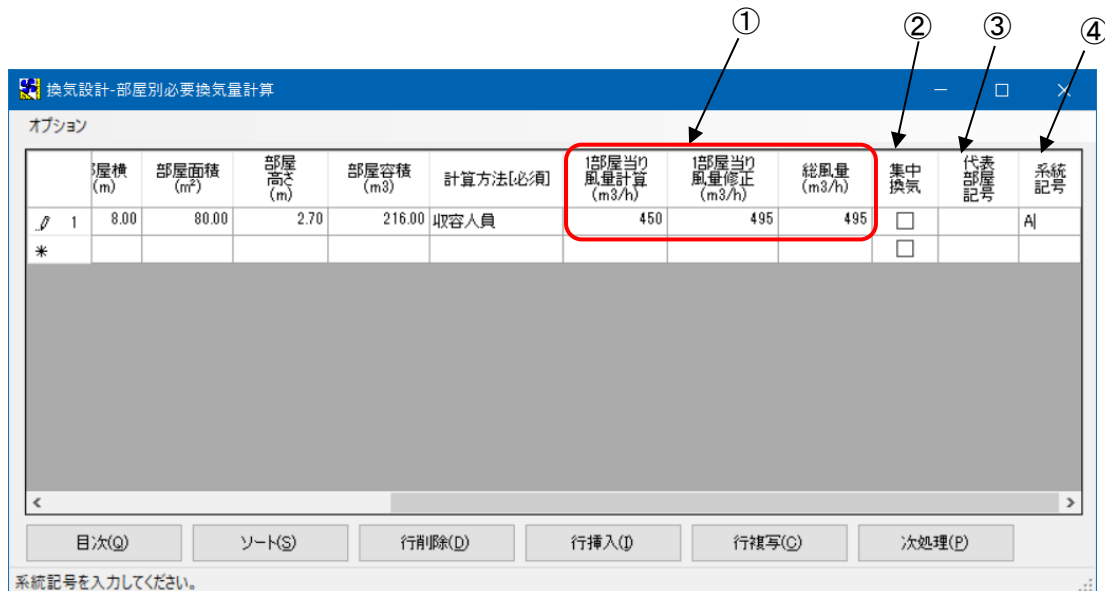

図 11
6. 2. 7 「1 部屋当り風量計算」「1 部屋当り風量修正」「総風量」(図 11-①)
### 6. 2. 8 「集中換気」(図 11-②)
### 6. 2. 9 「代表部屋記号」(図 11-③)
集中換気にチェックを入れた場合のみ、「代表部屋記号」欄(図 11-③)が入力可能となります。
### 6. 2. 10 「系統記号」(図 11-④)